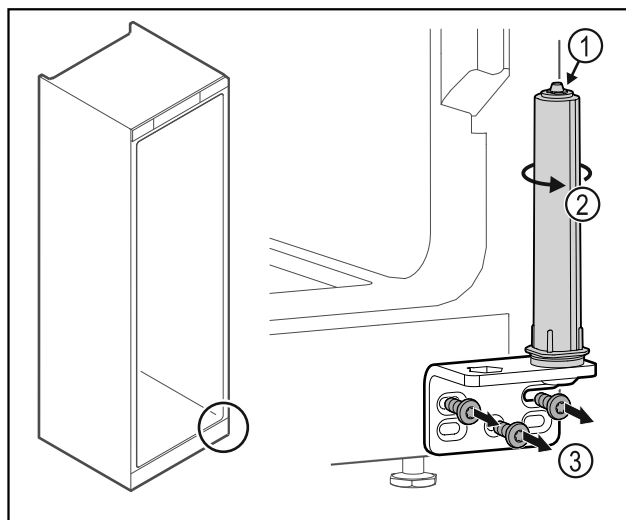

Fig. 53
- Ne pas désassembler le système de fermeture de la porte Fig. 53 (1).
- Tourner le système de fermeture Fig. 53 (2) jusqu'à entendre un clic.
- Dévisser l'équerre de la charnière Fig. 53 (3).